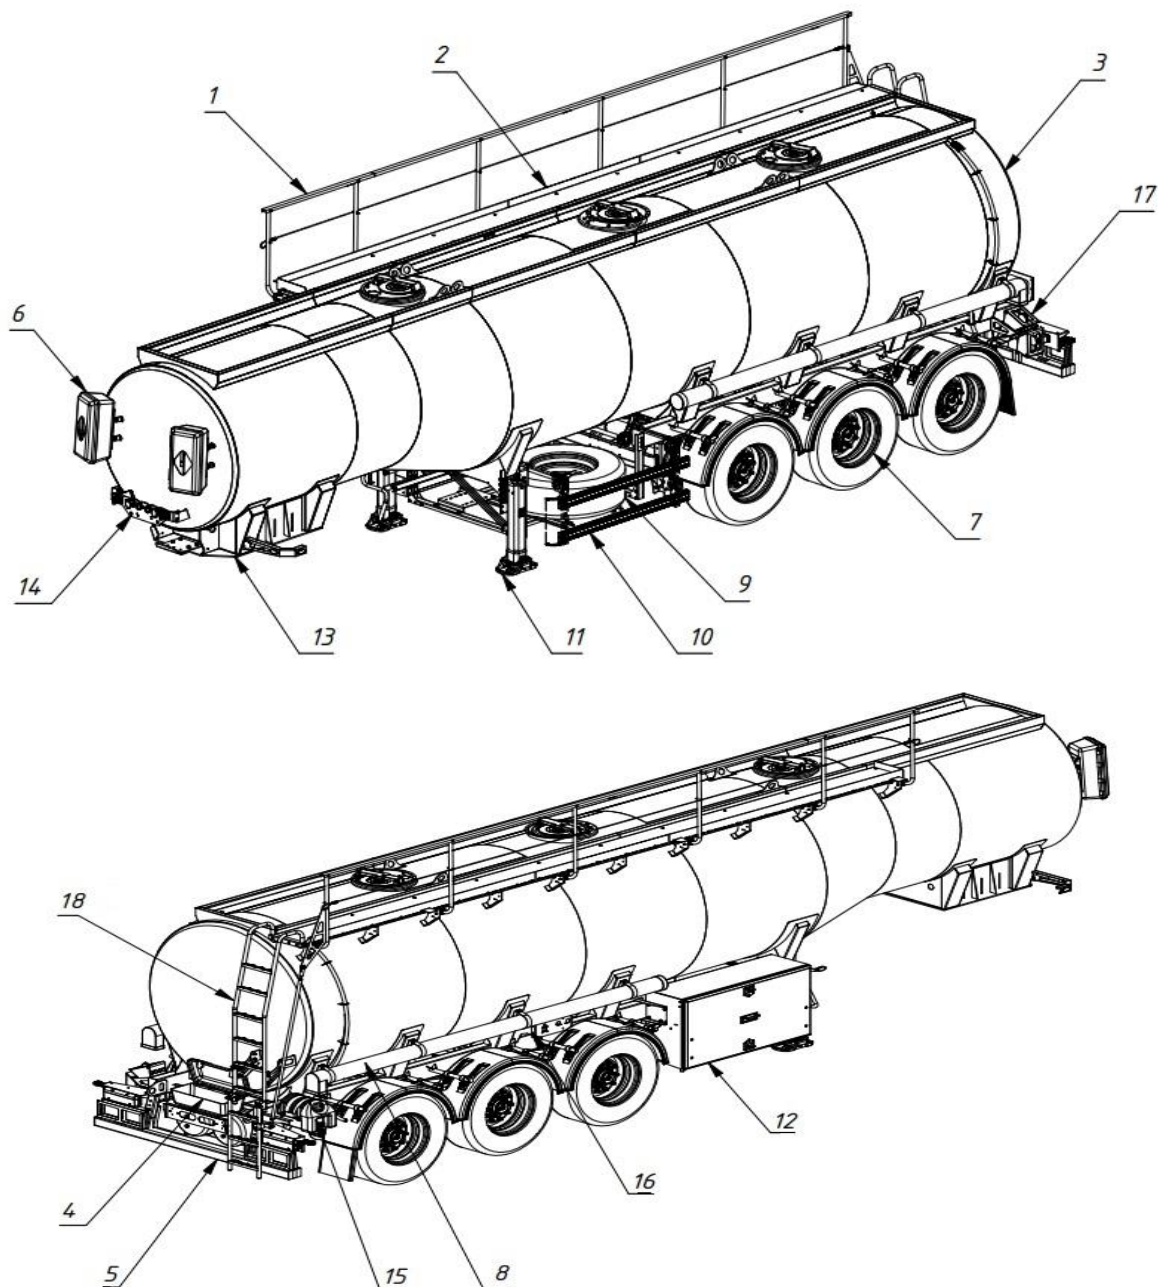
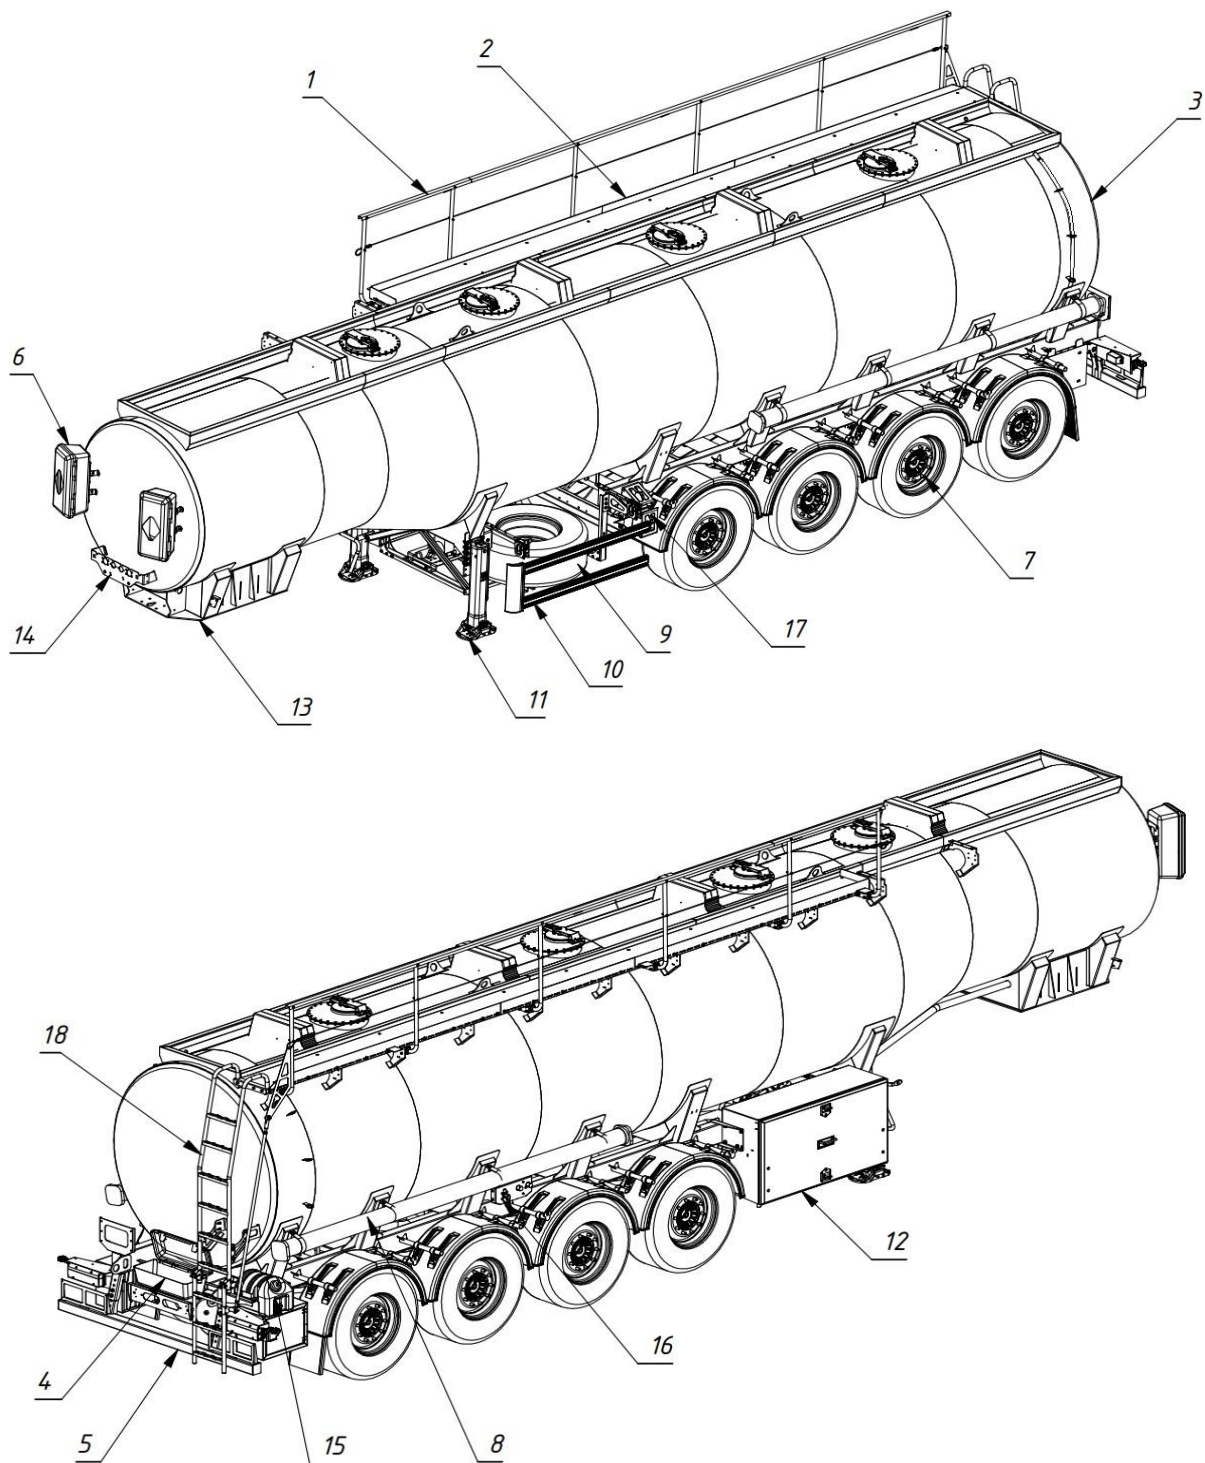

Рис. 2.1 - общий вид полуприцепа типа 928010 модификация 928010-01
Рис. 2.2 - общий вид полуприцепа типа 928111 модификация 928111-01
Общий вид полуприцепа типа 928010 модификации 928010-01 представлен на рис. 2.1, типа 928111 модификации 928111-01 – на рис. 2.2.
Для обеспечения безопасной и удобной работы обслуживающего персонала на задней стороне полуприцепа расположена лестница (18), в верхней части расположен трап, состоящий из противоскользящего настила и подъемного ограждения (1) (см. рис. 2.1, 2.2).